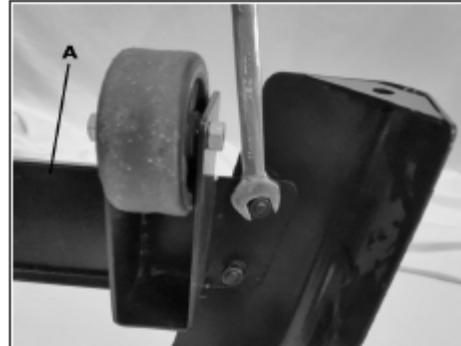

Рис. 6
3. Прикрепить нижнюю опорную пластину С (рис. 6, А) на оба комплекта сборки ног и соединительной пластины с помощью болтов M8x16 с квадратным подголовником, с плоской и пружинной шайбой на 8 мм и гаек M8.